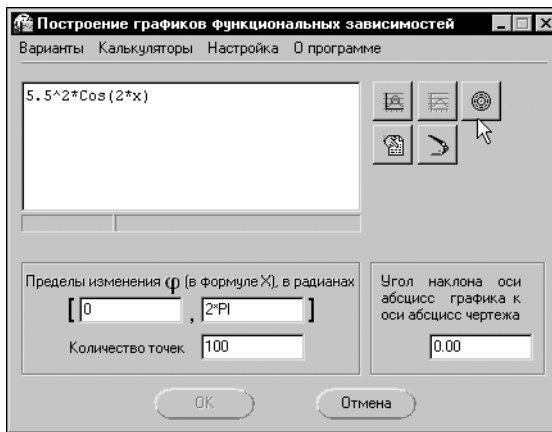

Рис. 48.11. Ввод уравнения лемнискаты
3. Задайте уравнение кривой в полярных координатах, диапазон изменения аргумента и количество расчетных точек (рис. 48.11).